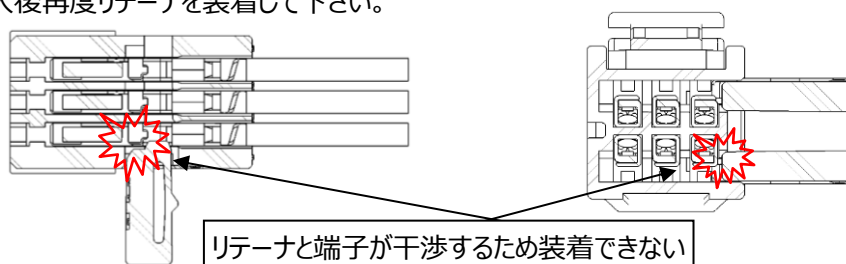

図 33.リテーナ中途挿入状態
③図 33 に示すように、メス端子が中途挿入状態である場合、リテーナが装着できません。